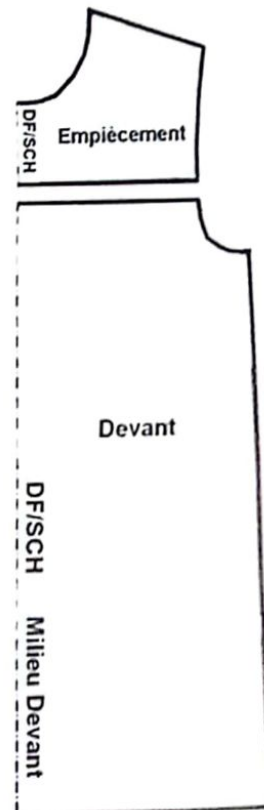

FIG. 2
- Découpez l'empiècement du devant (fig.2).